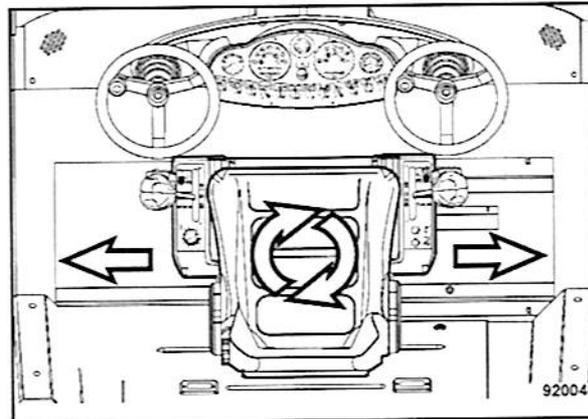

Fig. 52
- Ajustar el asiento de conductor y bloquearlo de forma segura (Fig. 52).